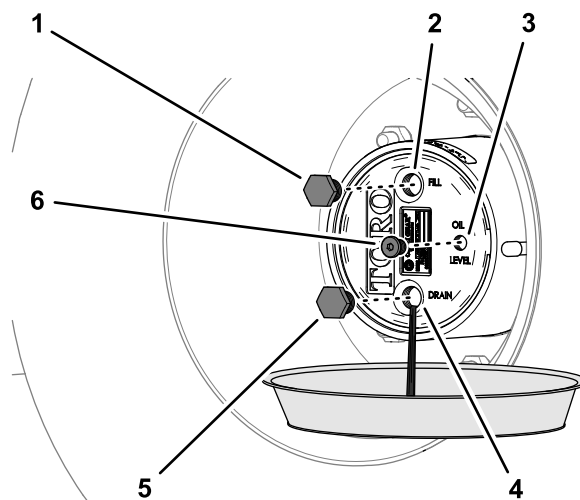

Bild 96
2. Stellen Sie eine Auffangwanne unter die Nabe des Planetengetriebes, entfernen Sie die Ablass-, Füll- und Prüfschraube und lassen Sie das Öl vollständig ablaufen (**Bild 96**).